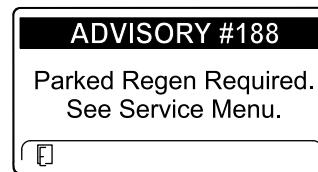

Figura 54
- Richiesta di rigenerazione parcheggiata ADVISORY #188 (Figura 54)